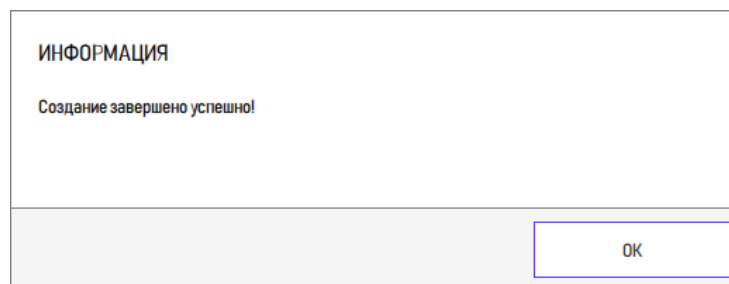

Рисунок 206 – Окно «Информация»
- 5) В появившемся после сохранения информационном окне нажать кнопку «ОК» (рисунок 206).